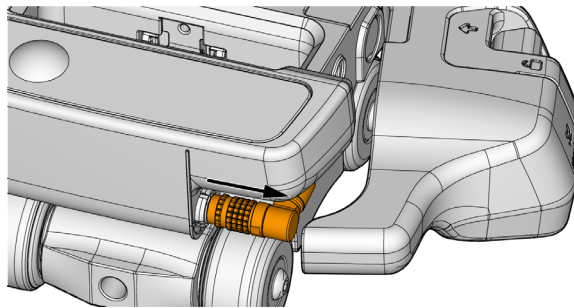

Abbildung 2-6 Trennen des Weggeberkabels
2. Legen Sie die Weggeber-Baugruppe vorsichtig zur Seite und trennen Sie den Weggeber vom ScanDeck Modul (siehe Abbildung 2-6 auf Seite 52).